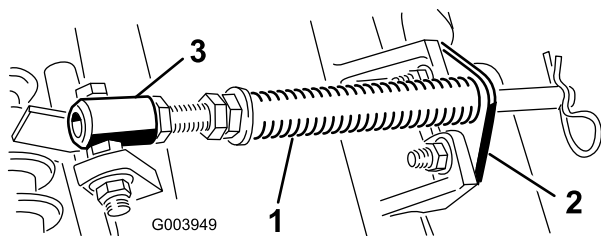

Figura 9
A. Retire os 2 parafusos e porcas da carroçaria que prendem o suporte da barra aos separadores da unidade de corte (Figura 9).
B. Retire a porca flangeada que prende o parafuso com cabeça do tubo de mola ao separador da estrutura de suporte (Figura 9) Retire o conjunto.